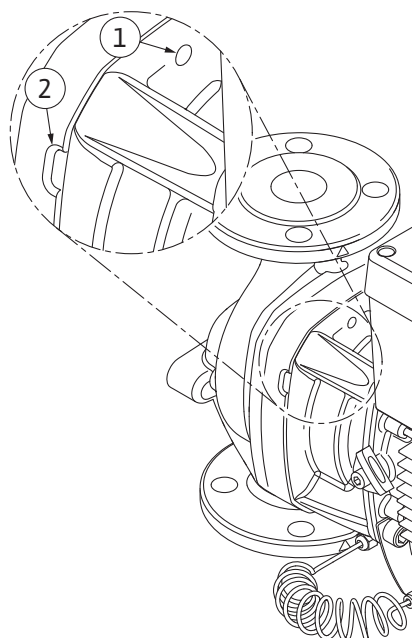

Fig. 105: Trous taraudés et fentes pour chasser le kit embrochable du corps de pompe
Pour le type de pompe (Fig. I et Fig. II), utiliser les deux trous taraudés M10 (voir Fig. 105) et des vis appropriées fournies par le client (p. ex. M10 x 20 mm). Les fentes (Fig. 105, pos. 2) peuvent également être utilisées pour exercer une pression.